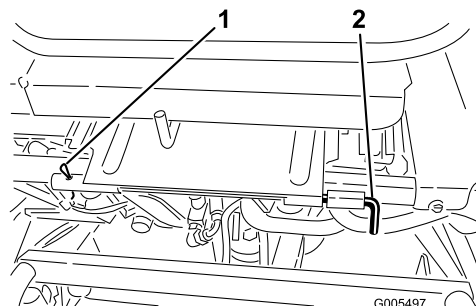

Figura 25
3. Baixe o banco e retire o pino de segurança que prende a haste de articulação do banco à estrutura (Figura 25).